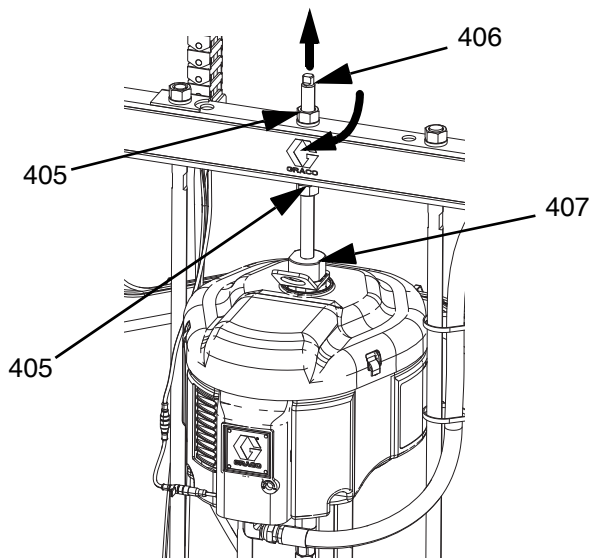

ABB. 43
1. Unterpumpe (C) in Platte (D) einsetzen. Den Schritten unter **Anbringen der Platte** auf Seite 106 folgen.
3. Luftmotor (B) anschließen:
- a. Schraubenschlüssel verwenden, um Mutter (405) auf der Oberseite des Zugbalkens zu drehen und den Luftmotor (B) auf die Unterpumpe abzusenken. Siehe Abb. 43 auf Seite 107. Mutter (405) nach oben drehen und sie unter dem Zugbalken festziehen. Mutter (405) unter dem Zugbalken mit einem Anzugsmoment von maximal 34 N•m (25 ft-lb) festziehen.